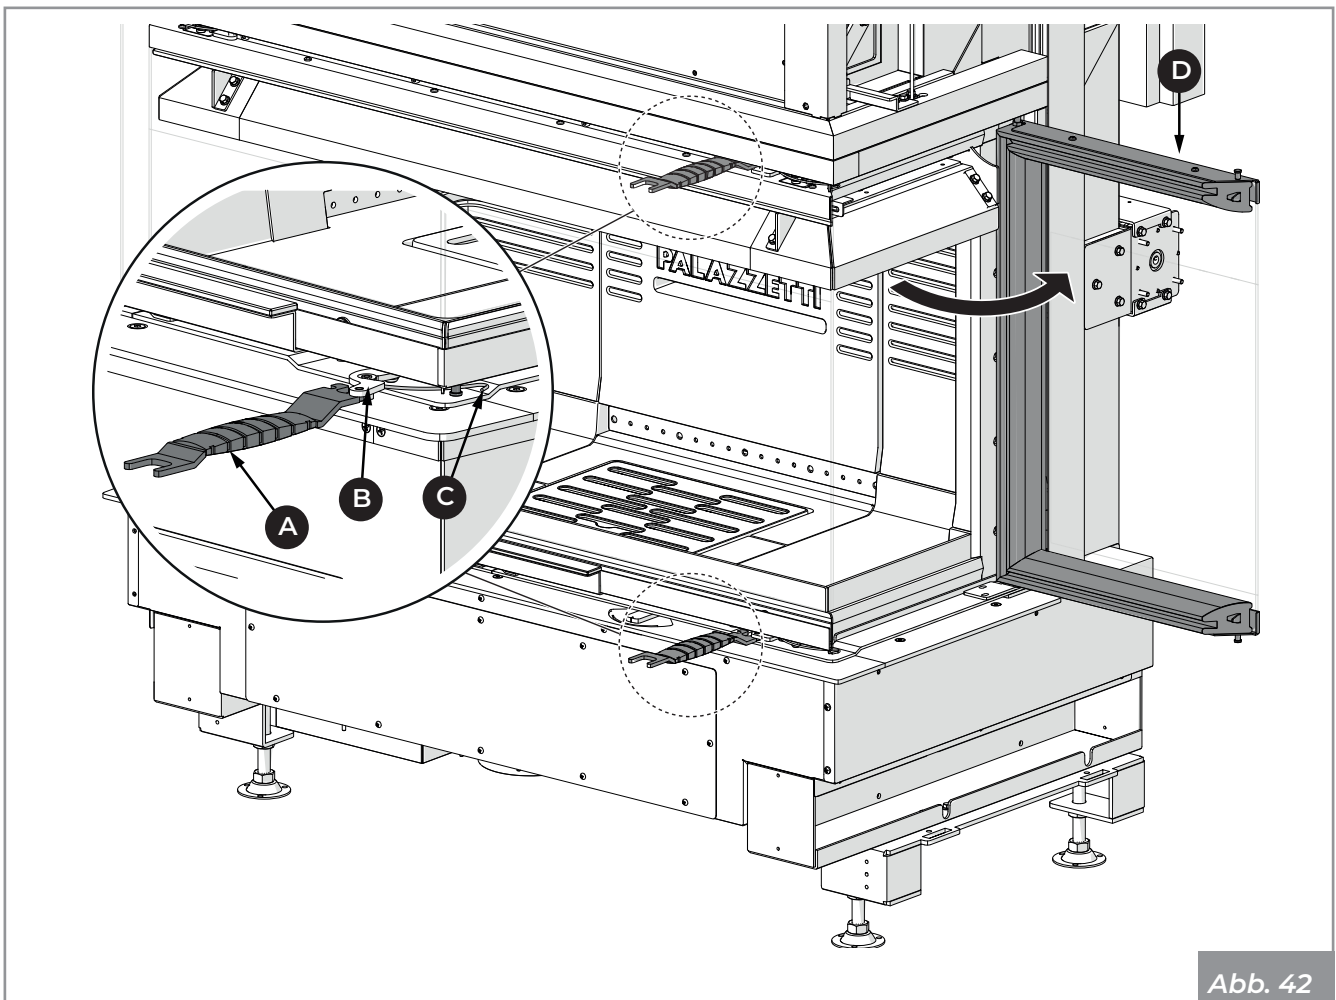

Abb. 42
- 1) Den kalten Griff (A) verwenden, um den Hebel (B) zu drehen und den Haken (C) freizugeben
- 2) Die Tür öffnen (D) (Abb. 42).